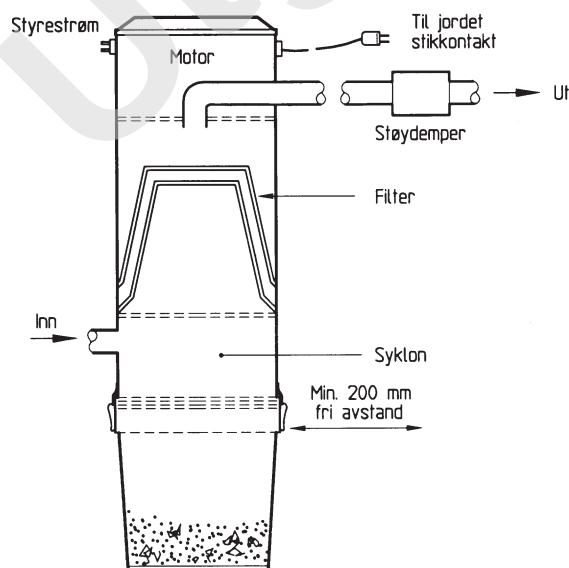

Fig. 212
- 212 *Sugeenhet med syklon og støvbeholder.* Syklonen virker nærmest som en sentrifuge. Den skiller ut støvet, som samles i en beholder under maskinen. Se fig. 212. Prinsippet innebærer i teorien at sugeeffekten ikke blir mindre etter hvert som støvbeholderen fylles. En annen fordel er at man slipper utgifter til engangsposer. Ulempen er at syklonen ikke greier å skille ut alt støvet. Den bør derfor være kombinert med filter for å skille ut finstøvet. Filteret bør ha et så stort areal som mulig. Filteret vil minske sugeeffekten etter hvert. Men forutsatt hyppig og god rensing av filteret, blir reduksjonen ubetydelig. Enkelte sugeenheter har automatikk for selvrensing av filteret.